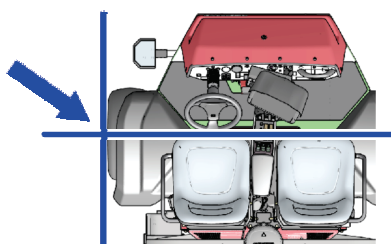

Bild 40
2. Richten Sie den äußeren, mittleren Teil des linken Vorderrads am Startpunkt der neuen Feldgrenze aus Bild 40.